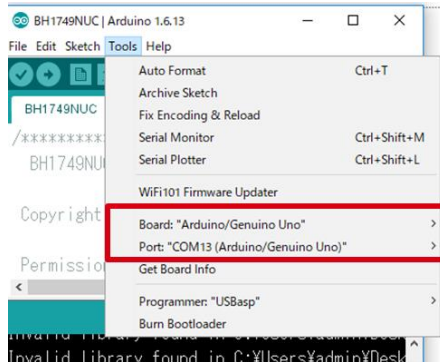

Figure 3. COM ポート設定
1. メニューの[Tools]の Board 部分を"Arduino/Genuino Uno", Port 部分を"COMxx(Arduino/Genuino Uno)"に変更 (Figure 3) 。COM Port の番号は環境によって異なります。